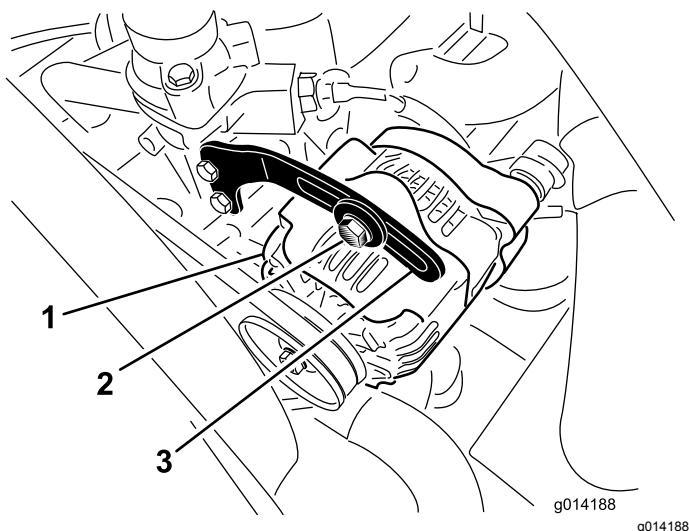

Figura 47
2. Verifique a tensão da correia do alternador, premindo-a (Figura 47) até meio caminho entre as polias do alternador e do cárter com uma força de 10 kg.
3. Desaperte o parafuso que prende o suporte ao alternador (Figura 47) e o parafuso da articulação do alternador.